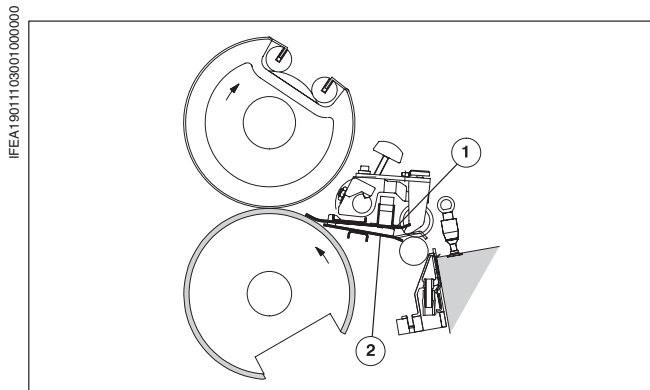
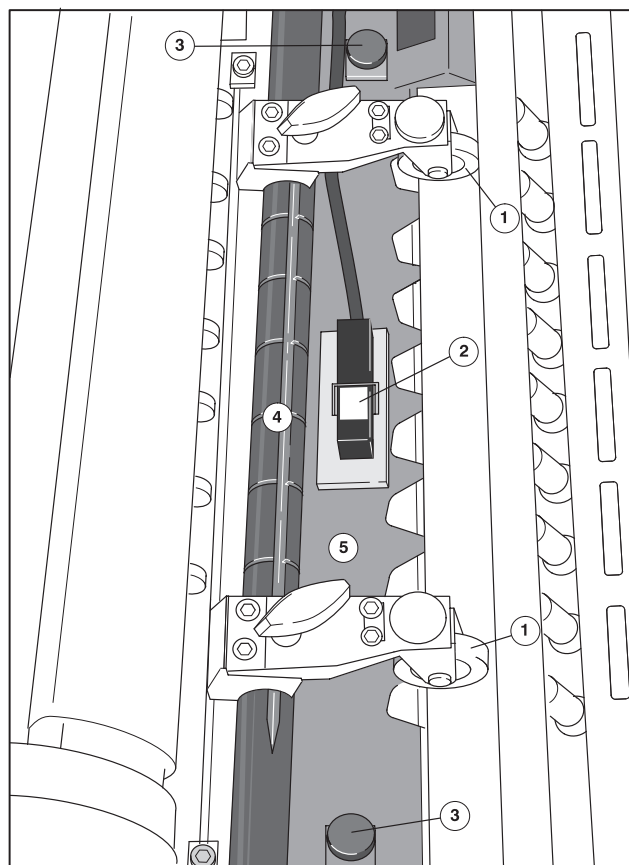

Рис. 4 Направляющие планки самонаклада
Рис. 5. Вынуть верхнюю направляющую планку
Листы подводятся к печатному цилиндру между двумя направляющими планками (Рис. 4/① и ②). При загрязнении направляющие планки следует очистить; для этого верхнюю планку (Рис. 4/① или Рис. 5/⑤) надо демонтировать.
- ① Машину поворачивать кривошипной рукояткой, пока штанга с присосами не окажется внизу.
- ② Тактовые ролики (Рис. 5/①) полностью отвести наружу до боковой стенки.
- ③ Демонтировать механизм контроля листов (Рис. 5/②).
- ④ Полностью вывинтить оба винта с накатной головкой (Рис. 5/③), закрепляющие верхнюю направляющую планку.
- ⑤ Верхнюю направляющую планку (Рис. 5/⑤) вытянуть из-под оси тактовых роликов (Рис. 5/④).
- ⑥ Очистить верхнюю и нижнюю направляющие планки.
- ⑦ Верхнюю направляющую планку (Рис. 5/⑤) снова установить в обратной последовательности.
- ⑧ Тактовые ролики (Рис. 5/①) снова отрегулировать на формат; при передвижении обратить внимание на **правильное защелкивание тактовых роликов**.
- ⑨ С помощью винтов с ручкой зафиксировать тактовые ролики.